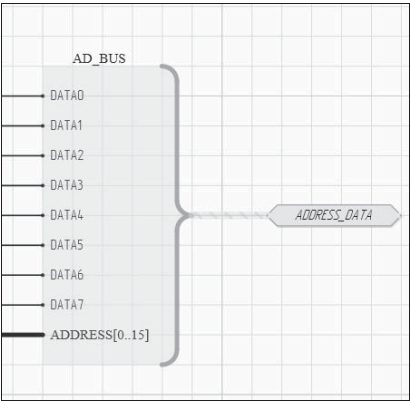

Рис. 4.30. Объединитель связей: жгут и сигнальный порт
- **Primary Position** — расстояние по высоте от верхнего края изображения до «носика» фигурной скобки (рис. 4.30);
4. Щелчком на кнопке **OK** закрыть редактирование. Окончательный вид объединителя жгута отображается на листе схемы (рис. 4.30).